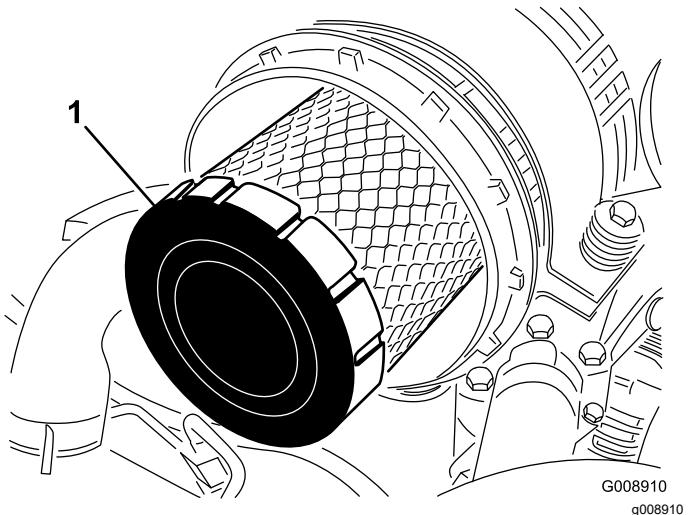

Figure 59
- Déposez le préfiltre (Figure 59).